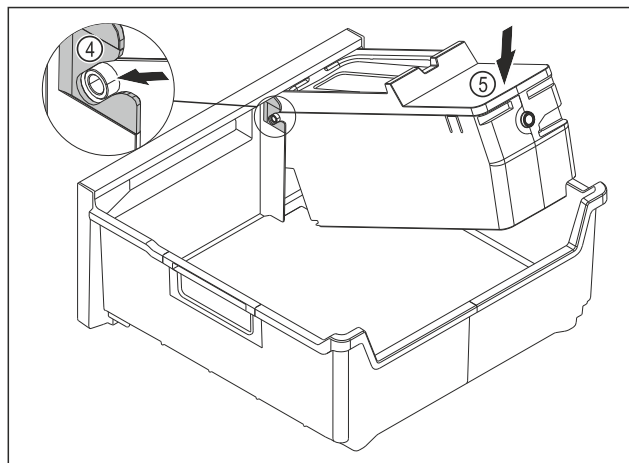

Fig. 108
- Montáž korpusu EasyTwist-Ice: Osy korpusu EasyTwist-Ice zasuněte do vedení Fig. 108 (4).
- Stlačte korpus EasyTwist-Ice Fig. 108 (5) vzadu dolů.